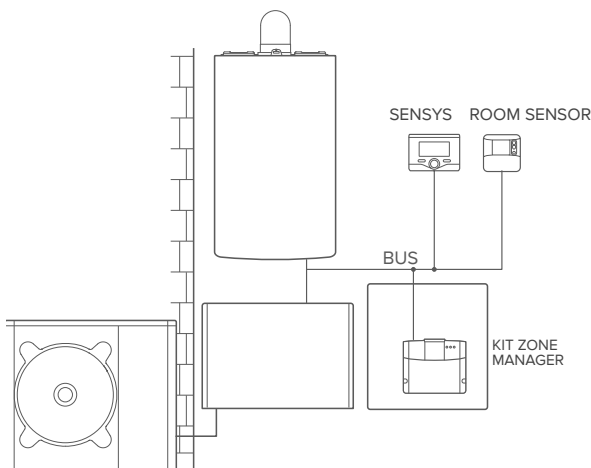

рис. 9
Активация служб ТД и ТК в гибридной системе с не более чем 2 гидравлическими контурами, управление которой осуществляют устройства, подключенные по шине BridgeNet (рис. 9)
3. Лёгким нажатием установите крышку (рис. 9).